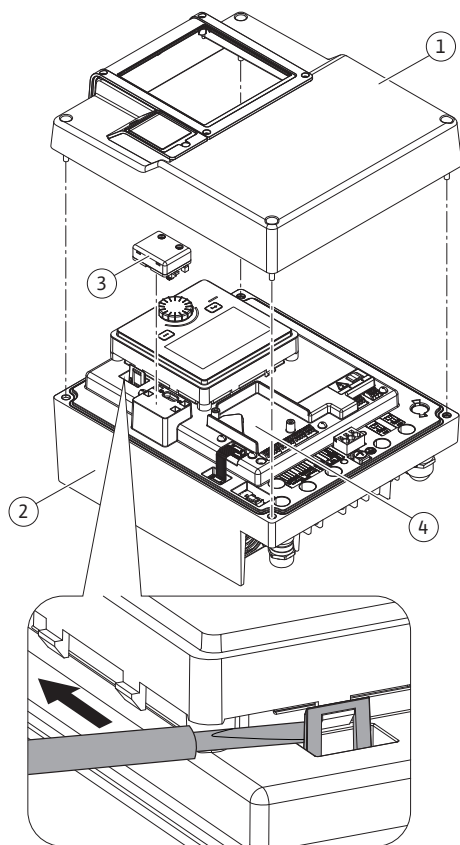
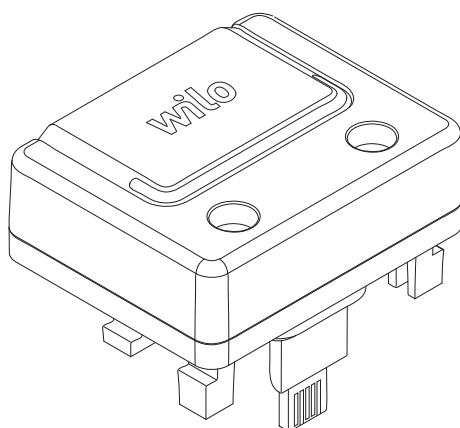

Fig. 26: Module électronique
Fig. 27: Module BT Wilo-Smart Connect
| Partie supérieure du module électronique  | Fig. 26, pos. 1Fig. I, pos. 2 | Torx 25/M5              | 4,5                                                         |                        |
| Module CIF                                | Fig. 26, pos. 4                   | IP10/PT 30x10           | 0,9                                                         |                        |
L'interface Bluetooth du module BT Wilo-Smart Connect (Fig. 26, pos. 3 et Fig. 27) permet d'établir la connexion avec des appareils mobiles, comme les smartphones et les tablettes. La fonction Wilo-Smart Connect se trouve dans l'application Wilo-Assistant. La fonction Wilo-Smart Connect permet de commander et de régler la pompe, mais également de consulter ses données de fonctionnement. Voir les réglages au chapitre « Mise en service » [► 45].
1. Desserrer les quatre vis de la partie supérieure du module électronique (Fig. 26, pos 1 ; Fig. I, pos. 2).
3. Insérer le module BT Wilo-Smart Connect dans l'interface Wilo-Connectivity Interface prévue à cet effet. Voir Fig. 26, pos. 3.
Les modules CIF (accessoires) servent à établir une communication entre les pompes et la gestion technique de bâtiment. Les modules CIF sont enfichés dans le module électronique (Fig. 26, pos. 4)